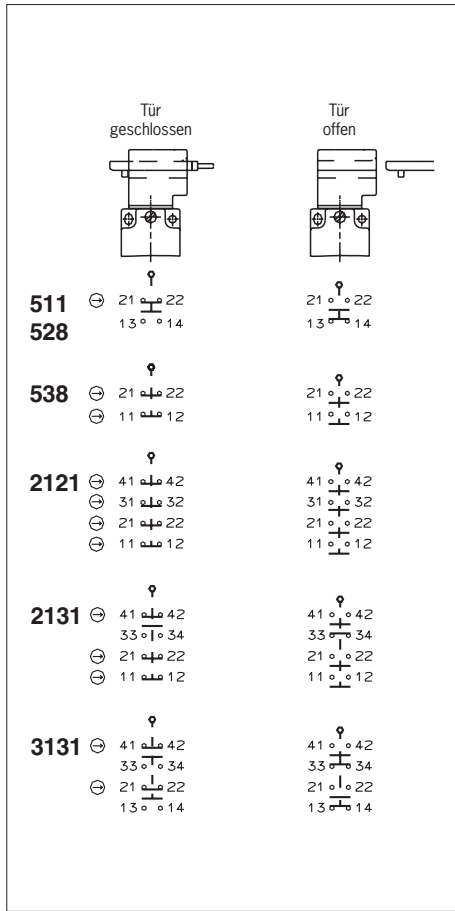

Bild 2: Schaltelemente und Schaltfunktionen
Es muss mindestens ein Kontakt ⊖ verwendet werden. Dieser signalisiert den Zustand der Zuhaltung (Kontaktbelegung siehe Bild 2).
2. Anschließen und Klemmen mit 0,5 Nm anziehen (Kontaktbelegung siehe Bild 2).
The detailed switching states for your switch can be found in Fig. 2. All available switching elements are described there.